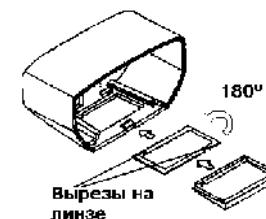

Рис. 17
3) **ВНИМАНИЕ!** выдвинуть линзу, повернуть ее на 180° (рис.17), установить в крышку так, чтобы одинарный вырез был направлен внутрь корпуса, гладкая сторона линзы должна быть направлена наружу;